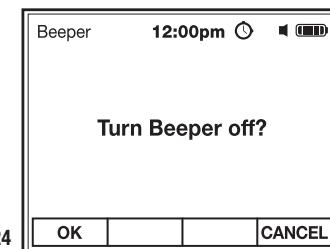

Fig. 24
2. Utilice el botón de función F1 OK para activar la alarma o desactivarla y volver a Ajustes del Medidor (Fig. 24). El símbolo \blacksquare aparecerá en la pantalla cuando la alarma esté activada.